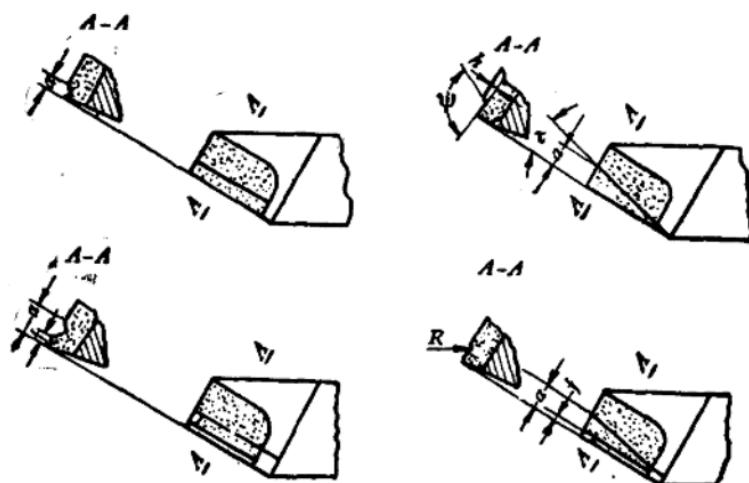

图8 断屑台阶的形状。
2) 在车刀前面上磨出台阶——利用这种台阶来阻碍切屑的自由排出，因而使它碎断。台阶是用金刚石砂轮或碳化硅砂轮磨出来的，如果有电火花磨刀设备，那最好用它来磨制。现在举几种台阶的形状，给大家参考，如图8。